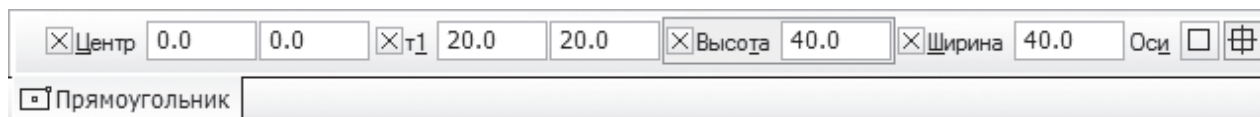

Рис. 91
3. На созданном виде вычертить квадрат с осями, размером 40×40 мм, используя команду *Прямоугольник по центру и вершине* . Координаты центра (0,0) (рис. 91). Поставить размер квадрата 40.